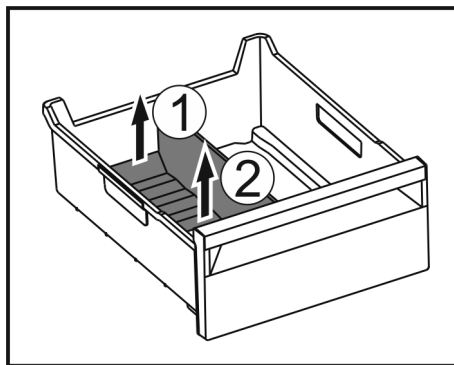

Fig. 67
- ▶ Повдигнете задната част на разделителя на отделението за лед. Fig. 67 (1)
- ▶ Извадете разделителя на отделението за лед нагоре. Fig. 67 (2)